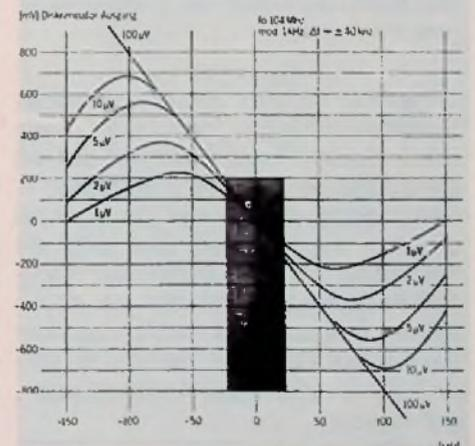

Bild 2: Anzeige-Diskriminatorspannung in Abhängigkeit der Antennenspannung
Bild 2 zeigt die entsprechenden Diskriminatorsignale, wiederum in Abhängigkeit zur Antennen-Eingangsspannung.
- Dieses Diskriminator-Signal wird deshalb auch für den automatischen Suchlauf, resp. für die elektronische Senderabstimmung verwendet. In Bild 2 ist bereits der Ansprechbereich (horizontales Fenster, Pegel) und der Lock-in-Bereich (vertikales